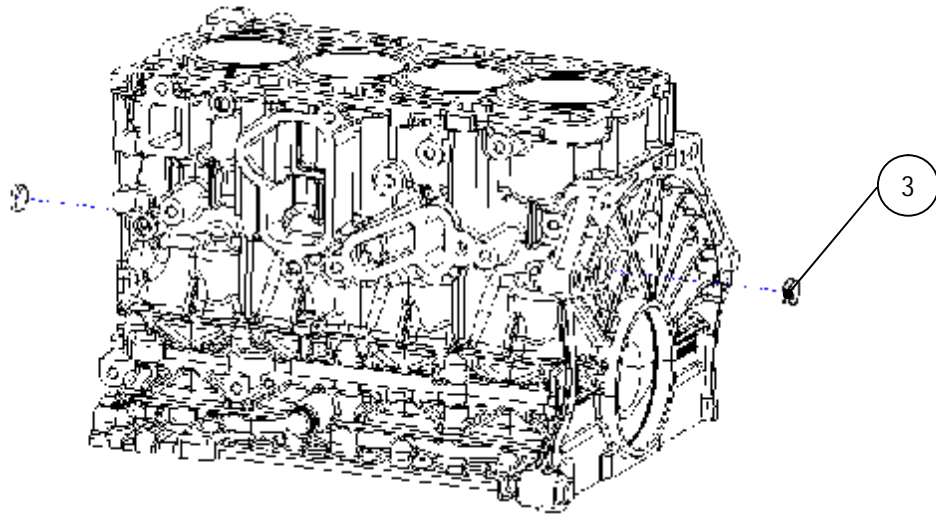

图 A-2 碗形塞 $\Phi 20$ 的装配
采用碗形塞专用压装工具将两个碗形塞 $\Phi 20$ ③分别压装入气缸体①的前、后端面主油道相应孔内,如图 A-2 和 A-3 所示。碗形塞压装之前需要在碗形塞密封面或者压装孔内均匀涂一层“乐泰 11747”胶,不允许有断胶现象。碗形塞压装深度和涂胶宽度见表 A-3。